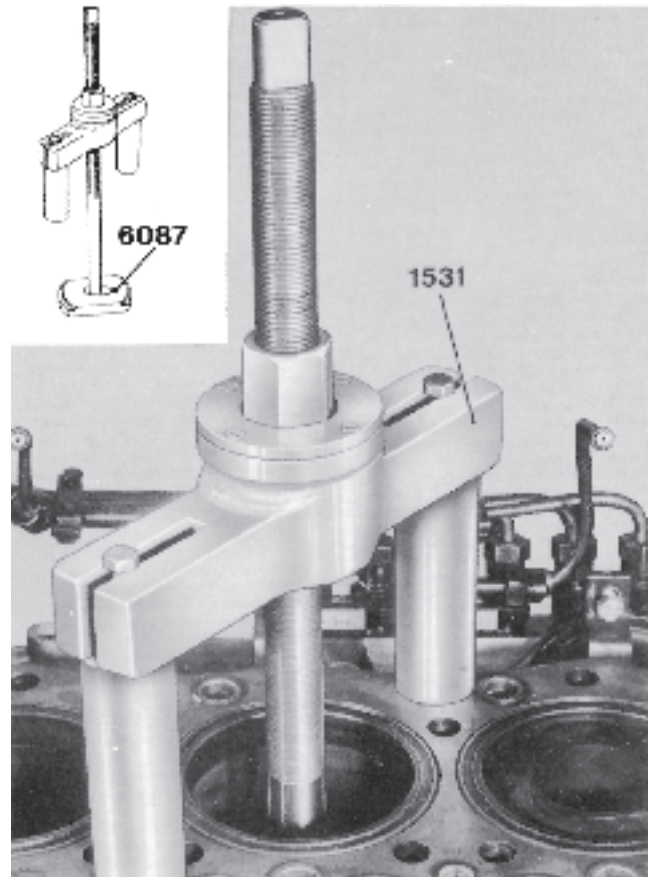

Fig. 35 Démontage des chemises de cylindres
3. Démontez les chemises en se servant de l'arrache-chemises 1531 et de la plaque d'extraction 6087, comme indiqué sur la figure 35. Déposer les bagues d'étanchéité.